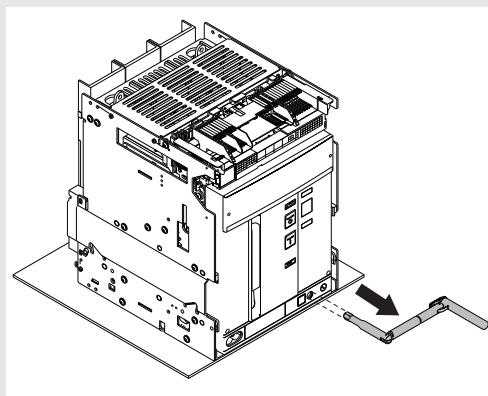

Figure 47
12. Extraire la manivelle. Voir Figure 47.